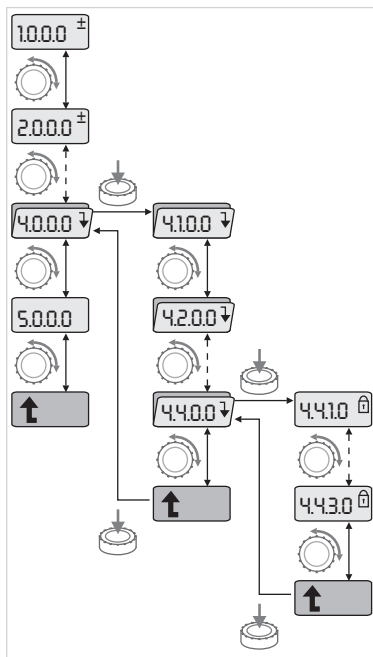

Fig. 37: Esempio di navigazione
- Procedere alla navigazione generale nel menu come segue (come mostra l'esempio nella Fig. 37):